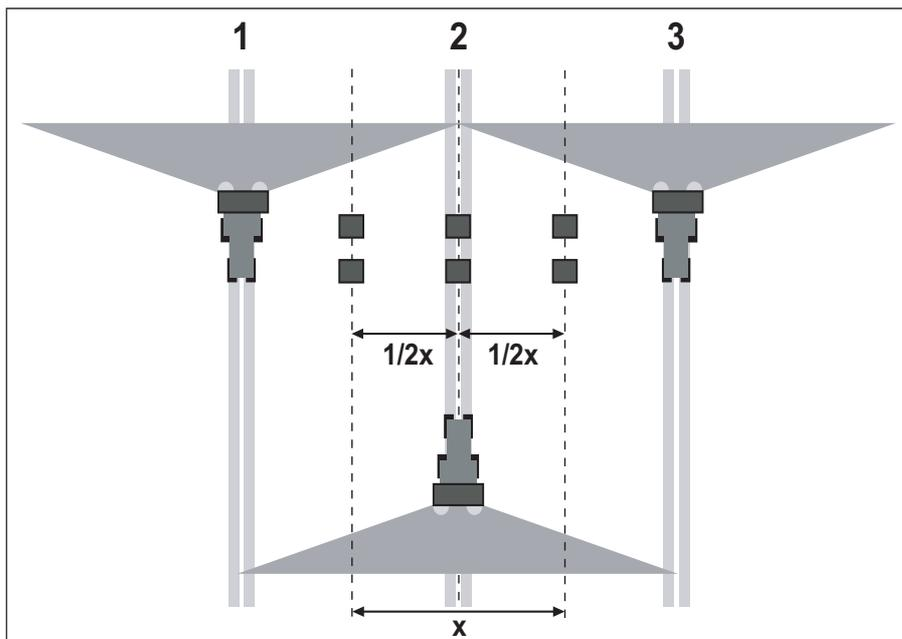

Рисунок 8.14: Установка для трех проходов
- Установите по два поддона на расстоянии **1 м** друг за другом в зонах перекрытия и в центральной технологической колее (согласно Рис. 8.14).